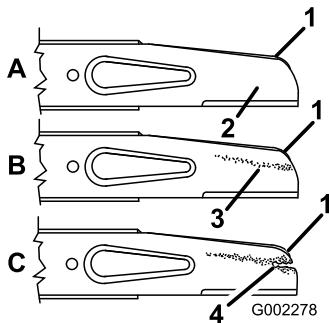

Figura 24
2. Retire las tuercas de la cuchilla, el acelerador y la cuchilla (Figura 24).